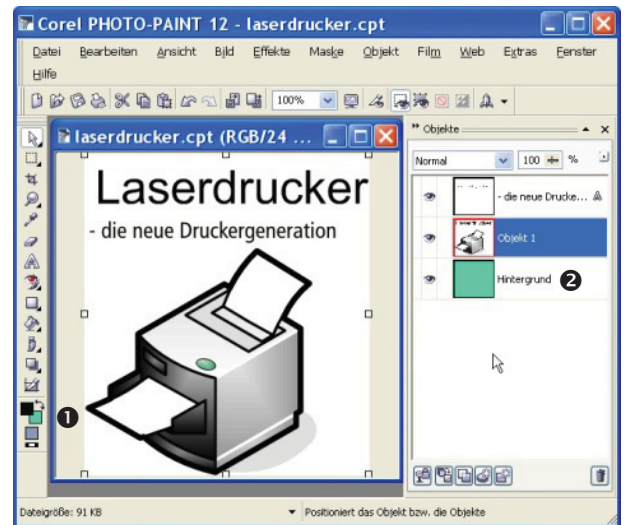
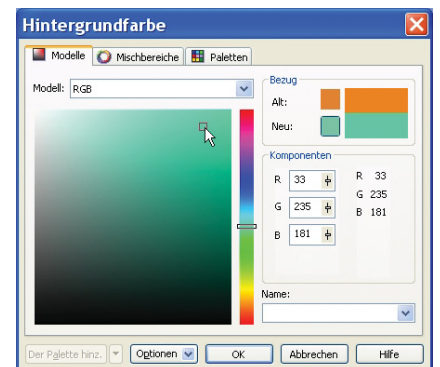

Abb. 10-15: Hintergrund erstellen
Abb. 10-16: Definition der Hintergrundfarbe
Die Hintergrundebene enthält bei neu angelegten Dokumenten keine Objekte, alle importierten oder erstellten Objekte liegen auf Ebenen darüber (Abb. 10-15). Füllen die Objekte die Dokumentfläche nicht vollständig aus, so nehmen – spätestens beim Export in eine Bilddatei – alle Pixel an den Stellen ohne Bildinformation die Hintergrundfarbe an.
Zunächst ist die HINTERGRUNDFARBE zu definieren: DKI auf das rechte obere Quadrat am unteren Ende der HILFSMITTELPALLETTE (Abb. 10-15, ①).
In dem sich öffnenden Fenster HINTERGRUNDFARBE eine Farbe auswählen (Abb. 10-16).
Ebene *Hintergrund* auswählen (Abb. 10-15, ②) ► reMT | AUSWAHL LÖSCHEN ► Eine neue Hintergrundfarbe definieren. ► Mit M BILD | HINTERGRUND ERSTELLEN WIRD EINE neue Hintergrundebene erzeugt.
Wenn ein Dokument neu angelegt wird, ist der Farbmodus frei wählbar (Abb. 10-3). Alle importierten Bildobjekte werden in den Dokumentfarbmodus konvertiert. Die Farben aller erzeugten Objekte werden auf der Basis dieses Farbmodus dargestellt. Bei der Farbauswahl wird automatisch der Dokumentfarbmodus verwendet (vgl. Abb. 10-15 und Abb. 10-16).
Wird der Farbumfang bei der Modusänderung größer, so bleibt die Darstellung unverändert, die Farben werden im größeren Farbraum neu codiert und der Speicherinhalt steigt. Beim Beispiel des Druckerbildes (Abb. 10-15) handelte es sich ursprünglich um eine GIF-Datei mit 8bit Graustufen. Der Farbmodus wurde in 24bit RGB geändert, um dem Bild farbige Elemente hinzufügen zu können. Der Speicherumfang erhöht sich damit auf das dreifache.